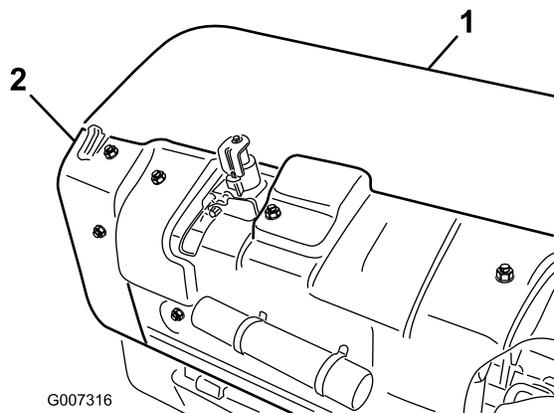

Figure 35
1. Déposez le couvercle arrière de la tête d'aération (Figure 35).
2. Enlevez les vis de fixation de la protection de la poulie et déposez la protection (Figure 35).